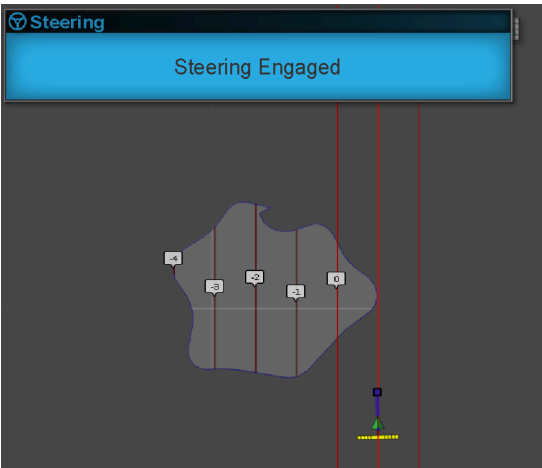

Figura 35
- GUIADO ACTIVADO - aparece una alarma visual cuando se activa la función de autoguiado (Figura 35).